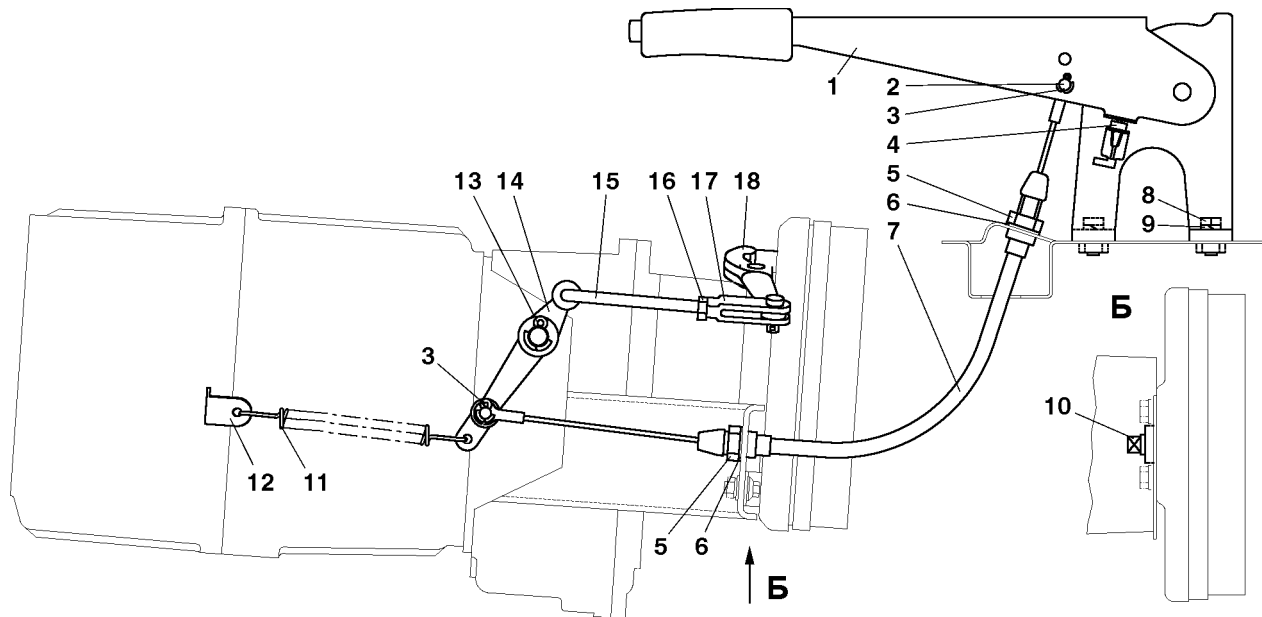

Рис. 9.45. Привод стояночного тормоза:
2. Переместите рычаг стояночного тормоза 1 (рис. 9.45) в крайнее нижнее положение.